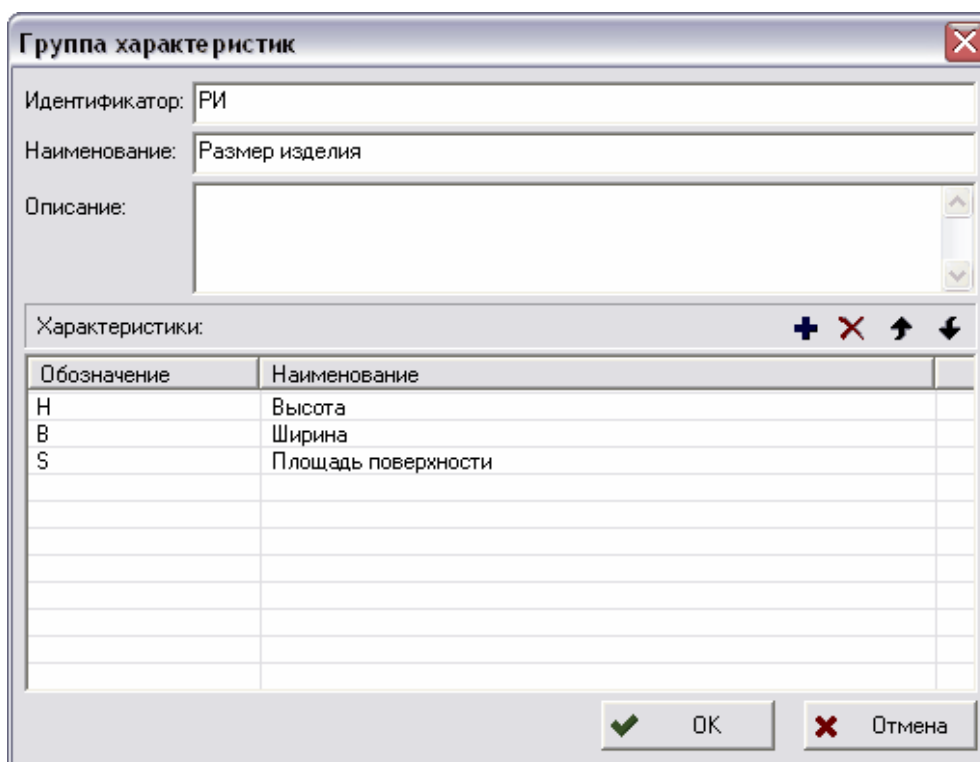

Рис. 92 Создание новой группы характеристик
2. В диалоговом окне **Группа характеристик** введите идентификатор, название и описание (необязательный параметр) (Рис. 92).